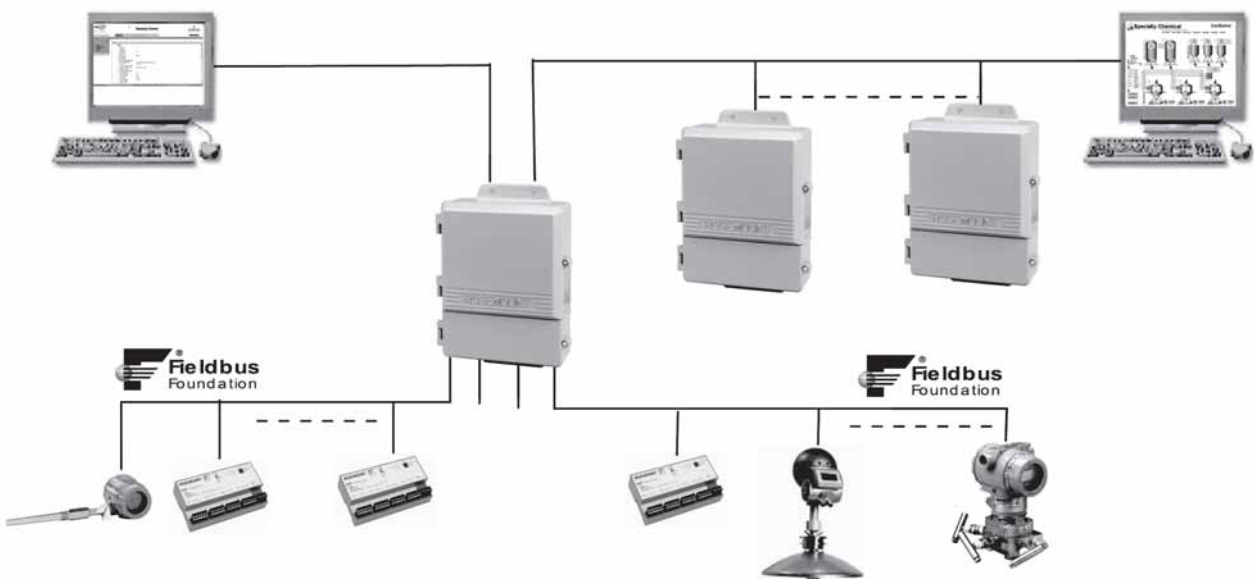

Рис.3. Модуль интерфейса Fieldbus Rosemount 3420 с протоколом Modbus.
- к каждому сегменту H1 можно подключить максимум 16 устройств fieldbus. Количество устройств будет зависеть от мощности, потребляемой каждым устройством, и типа используемого кабеля (рис.3);